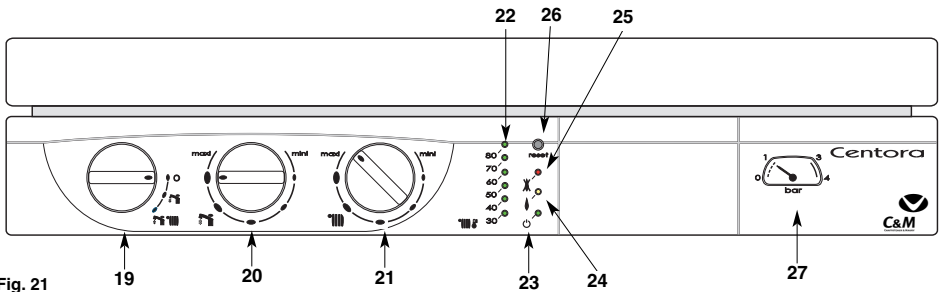

Fig. 21
### Quadro comandi (fig. 21)
- posizionate il commutatore **19** (fig. 21) su «  » ; la spia arancione **24** (fig. 21) si accende ogni volta che il bruciatore si mette in funzione
Non dimenticare di riaprirlo all'inizio della stagione di riscaldamento, ossia al momento di riposizionare il commutatore **19** (fig. 21 ) su «  ».
La manopola di regolazione del riscaldamento **21** «  » (fig. 21) consente di regolare la temperatura dell'acqua del circuito di riscaldamento in funzione delle esigenze del clima. Durante un attingimento sanitario, la funzione riscaldamento è interrotta.
L'indicatore **22** «  » (fig. 21) visualizza tale temperatura.
- posizionate il commutatore **19** in posizione «O» il led verde (fig. 21) resta acceso. La funzione antigelo della caldaia resta attiva
- posizionate il commutatore **19** sulla posizione di fermo «O» (spegnimento della spia verde **23** (fig.21)